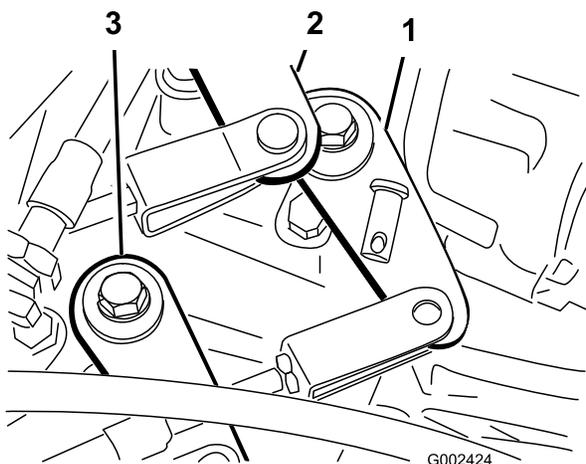

Figura 54
2. Desmonte os passadores que fixam os cabos aos braços de comando da transmissão (Figura 54).
1. Retire o passador que prende o cabo de gama alta/baixa à transmissão (Figura 54).